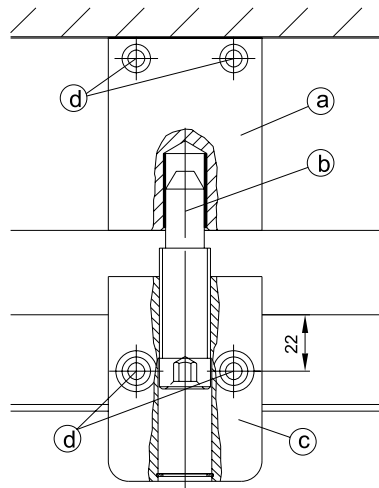

Bild 6
6. Montage der oberen Verriegelung (Bild 6):